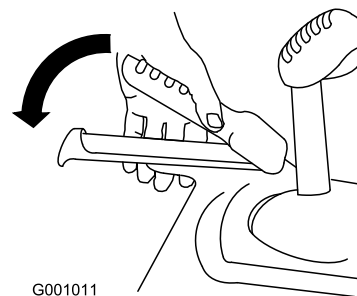

Bild 32
1. Drücken Sie zum Einkuppeln des Fahrtriebs den linken Hebel (Fahrtrieb) zum Handgriff (Bild 32).